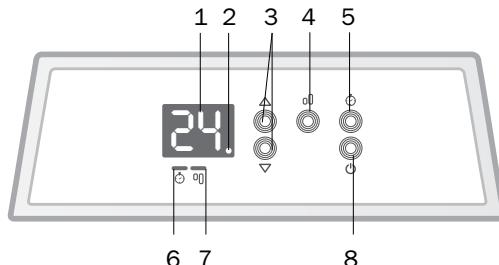

Рис. 4
4. Нажмите кнопку питания 8 (рис.4) для включения прибора, на дисплее загорятся цифры. Установите желаемый режим работы.
Данный режим работы позволяет задавать желаемую Вами рабочую температуру. Этот режим включается автоматически, если после включения конвектора не был задан другой. С помощью кнопок управления 3 (рис.4) изменяйте желаемый диапазон температур, ступенчато увеличивая или уменьшая его на 1°C. Максимально допустимая температура, которую можно установить, 35°C, минимально допустимая 5°C. При удержании одной из кнопок температура будет увеличиваться или уменьшаться на 1°C каждые 0,5 секунд. Последняя заданная температурная установка принимается за активную. Через 5 секунд после установки желаемой температуры система возобновит свою работу и на дисплее отобразится текущая температура в помещении.
Для установки таймера нажмите и удерживайте кнопку 5 (рис. 4). После мигания индикатора таймера на дисплее отобразится заданное время. С помощью кнопок 3 (рис. 4) изменяйте желаемое к установке время, увеличивая или уменьшая время на 1 час. При включенном индикаторе система начинает отсчитывать время в соответствии с предыдущей установкой, если новое значение не будет установлено в течение 5 секунд. Каждый раз при нажатии кнопок 3 система начинает новый отсчет времени или возвращается к исходным параметрам по окончании работы таймера, после чего выключается и прекращает работу. Для отмены работы таймера необходимо повторно нажать кнопку 5 (рис. 4).
Конвекторы серии Комфорт ЕЗ.О полностью безопасны для детей, поскольку позволяют использовать функцию «Родительского контроля». Для блокировки панели управления нажмите и удерживайте в течение 3 секунд обе кнопки 3 (рис. 4).
Для снятия блокировки с системы повторно нажмите и удерживайте обе кнопки 3 (рис.4).
Для выбора режима мощности нажмите и удерживайте кнопку 4 (рис. 4). При установке режима полной мощности загорится индикатор 4.